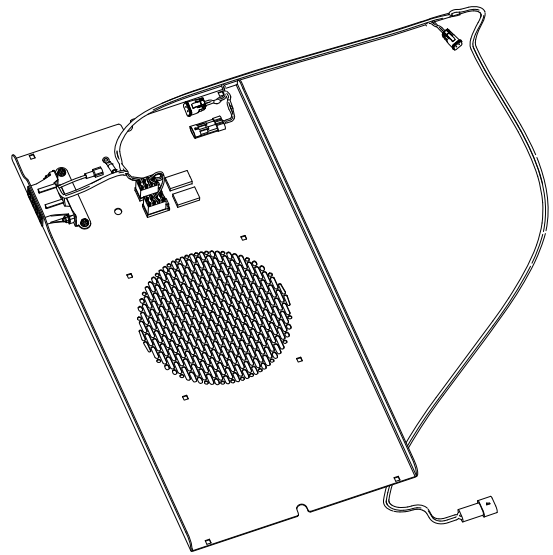

Bild 6
1. Fluchten Sie den Kabelbaum mit dem Bedienfeld aus (Bild 6).